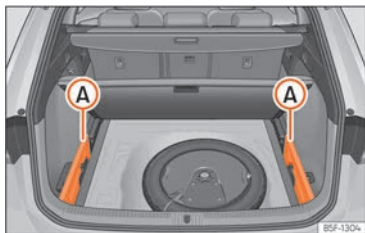

Fig. 130 En el maletero: alojamiento para guardar la bandeja enrollable.
• Extraiga las tapas izquierda y derecha »» **fig. 130** **A**.